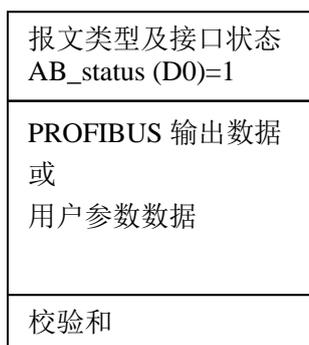
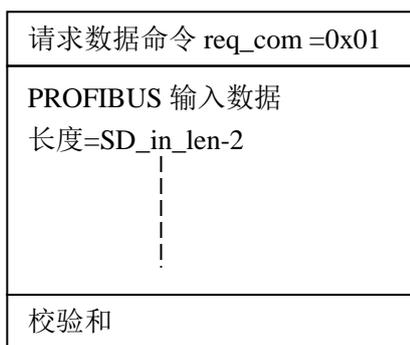
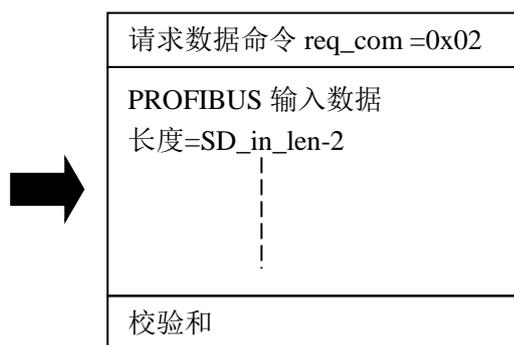
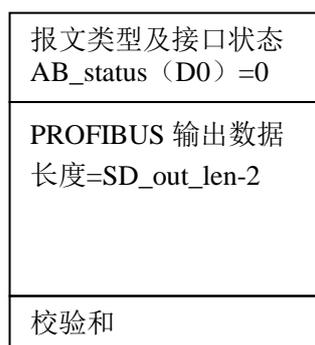

图 4-13 用户板接收到输出数据
图 4-14 用户板发输入数据报文
图 4-16 正确地接收了接口板回答的输出数据报
图 4-17 接口板回答输出数据报格式 A，其中用户参数已更新标记
② 如果 AB_status (D0)=1，见图 4-13：表明接口板用户参数数据已由主站更新。因此，用户模板应在发送输入数据报文中置“请求数据命令 req_com =0x01”，见图 4-14，即：请求读用户参数；接口板将回答输出数据报文格式 B，即回答用户参数数据。见图 4-15。如果用户板正确地接收了接口板回答的输出数据报文格式 B，应发请求数据命令 req_com=0x02（见表 4-4：请求数据命令 req_com），清除用户参数已更新标记 AB_status (D0)，否则，AB_status (D0)将保持为 1，见图 4-16 和图 4-17。